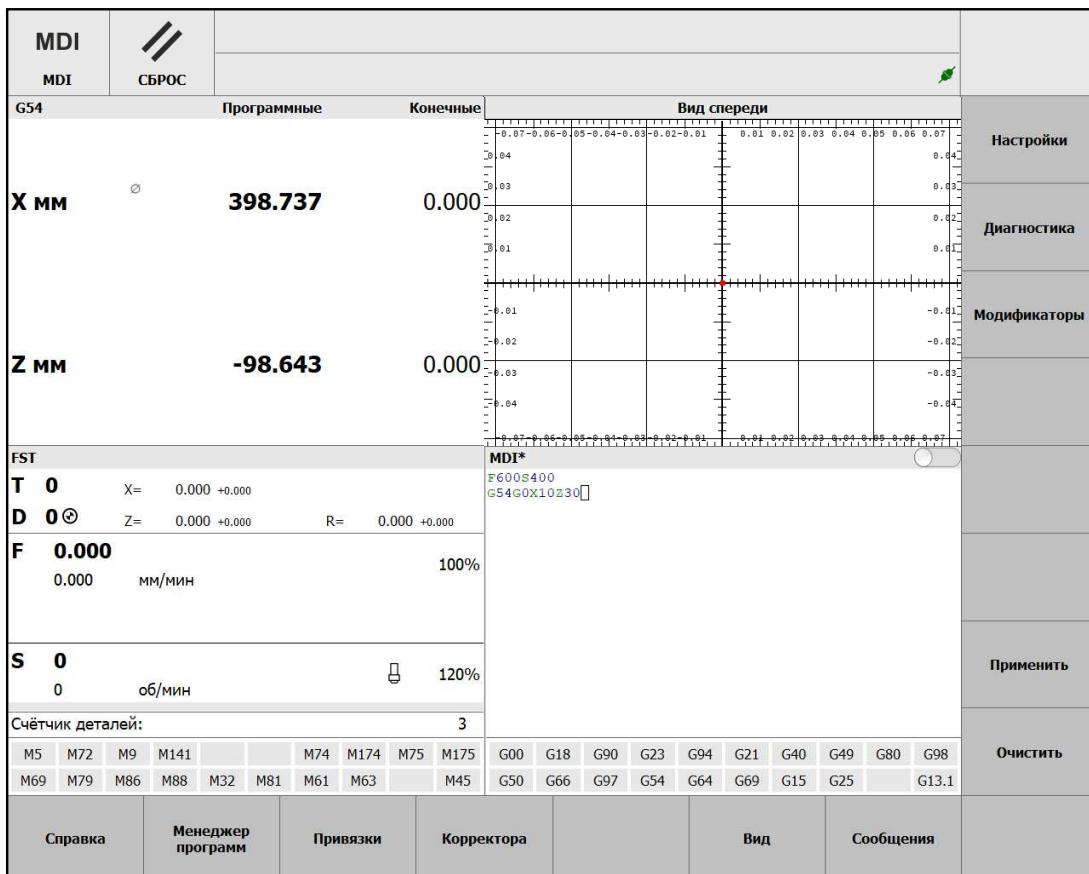

Рис. 3.6. Окно режима преднабора
Режим преднабора включается кнопкой **MDI** на функциональной клавиатуре. После его включения на основном экране в секции текста УП (5) появится курсор в окне преднабора (рис. 3.6).